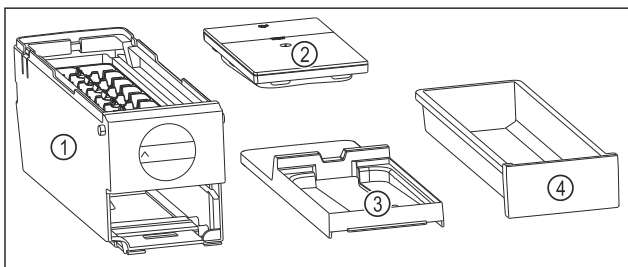

Fig. 114 Съставни части на EasyTwist-Ice
- ▷ EasyTwist-Ice е разглобен на четири части. (виж Fig. 114)
- ▶ Разглобявайте EasyTwist-Ice само на изобразените съставни части. (виж Fig. 114)
- ▶ Почистете корпуса на EasyTwist-Ice Fig. 114 (1) като едно цяло.